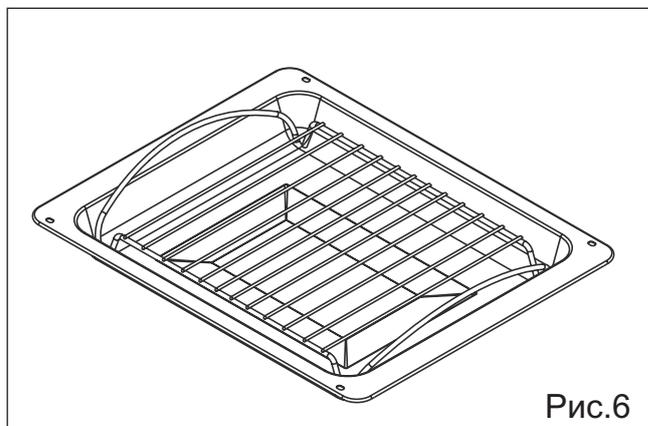

Рис.6
**Глубокий многофункциональный противень 45 мм. со специальной опорной решёткой для гриля (рис. 6).**